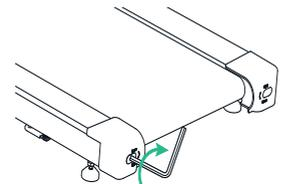

Abbildung 2
- Wenn sich das Laufband nach rechts verschoben hat, drehen Sie mit dem Inbusschlüssel die rechte Spannrollenschraube 1/4 Umdrehung im Uhrzeigersinn (siehe Abbildung 2).